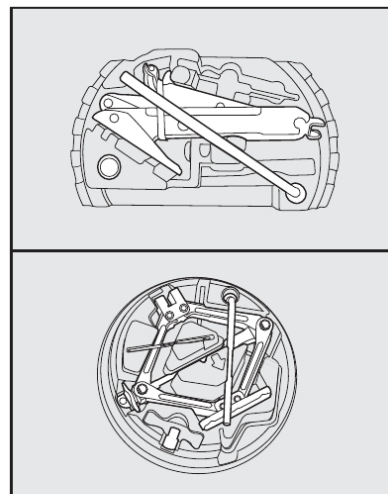

fig. 18
- Colocar o macaco no suporte das ferramentas **fig. 18**, encaixando de modo a evitar vibrações, ou que se solte durante a marcha.